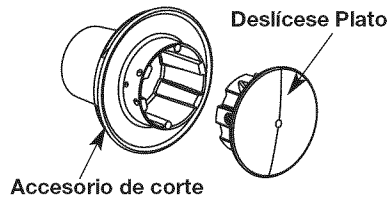

Fig. 10
3. Reinstale la placa guía de la línea (Fig. 10). La placa guía es un elemento con espiga y ajusta de una sola forma. Si no entra en el cabezal de corte fácilmente, NO lo fuerce. Gire la placa hasta que se encaje fácilmente en el cabezal de corte.